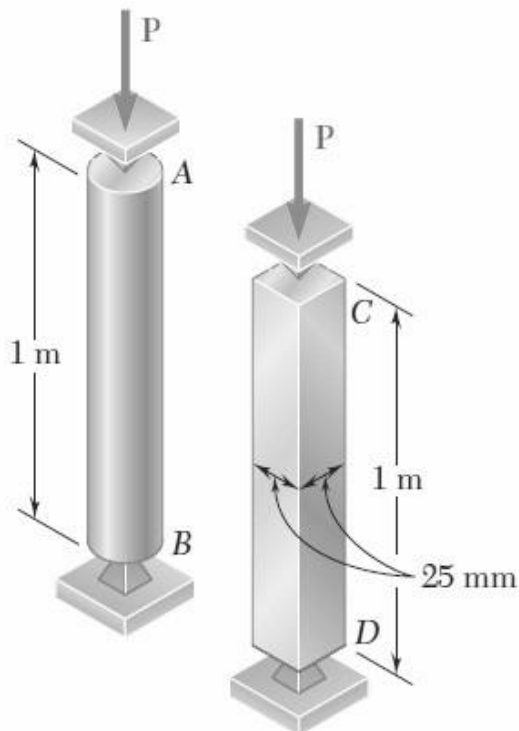

Figura 6.4
6.1.6 As duas colunas longas da Figura 6.4 têm secções com a mesma área. Determine a relação entre cada uma das cargas críticas. $E=210 \text{ GPa}$ e $\sigma_c=250 \text{ MPa}$.